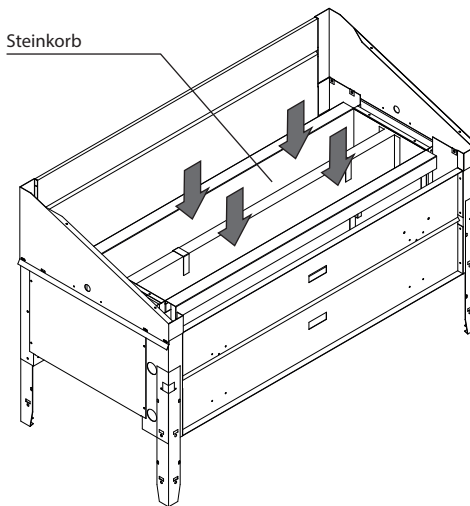

Abb. 4
- Verteilen Sie die Steine gleichmäßig im Steinkorb, so dass zwischen den Steinen ausreichend Abstände für die Luftzirkulation bleiben. Siehe Abb. 4.